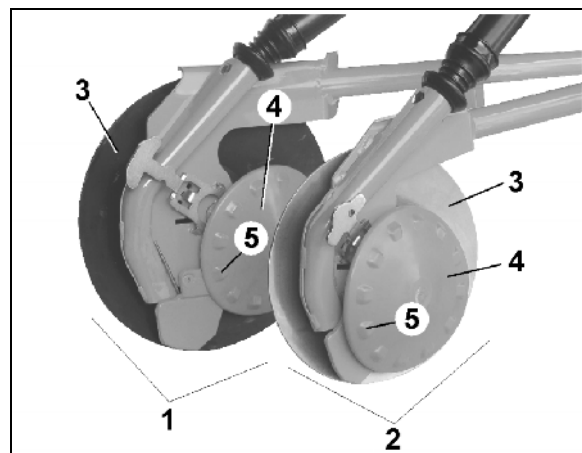

Рис. 49
Сошники RoTeC (Рис. 49)
Гибкий пластиковый диск (Рис. 49/4)
- очищает обратную сторону высевного диска (Рис. 49/3);
- оптимизирует приводную функцию высевного диска благодаря "зацеплению" утолщений (Рис. 49/5) с почвой.
- сошниками RoTeC (Рис. 49/2) или
- сошниками RoTeC⁺ (Рис. 49/1).
При большой скорости движения высевной диск, установленный под углом к направлению движения (Рис. 49/3), поднимает небольшое количество грунта.